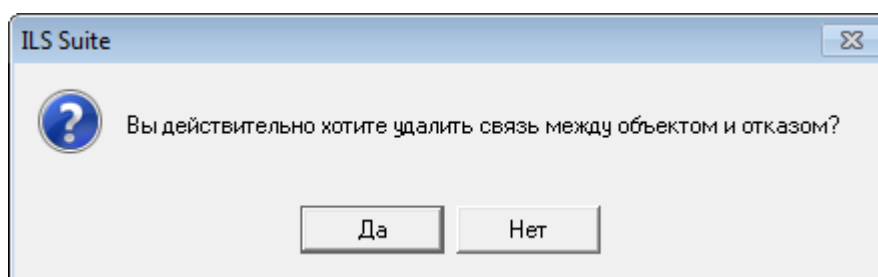

Рис. 13-491 – Диалоговое окно
4) Нажать кнопку «Удалить связь» панели «Правка» (рис. 13-491).